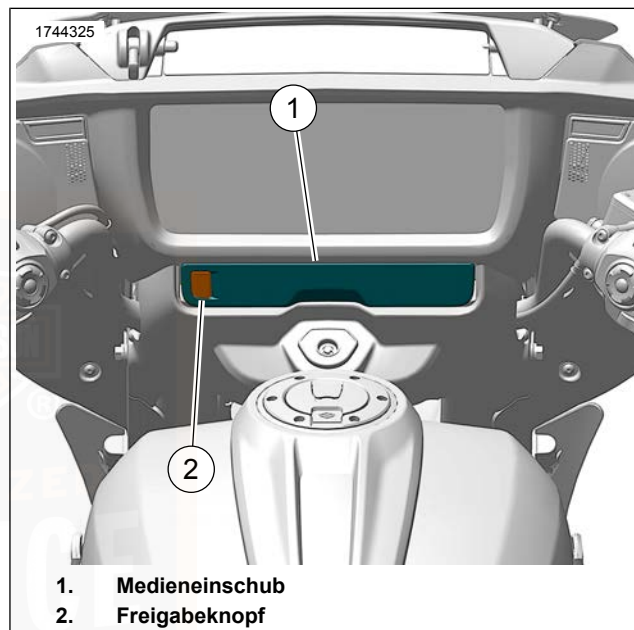

Abbildung 50. Medienfach: Gabelmontierte Verkleidung
Siehe Abbildung 50. Das Medienfach ist ein Behälter in der Instrumententafel, das genutzt werden kann, um ein Mediengerät anzuschließen oder kleine Artikel zu verstauen. Media-Player und USB-Speichermedien mit Mediendateien können über den USB-C-Anschluss (Universal Serial Bus Typ-C) angeschlossen werden. Das IFCU-System wird auch über ein USB-C-Speichermedium aktualisiert.
Öffnen: Siehe Abbildung 50. Die Entriegelungstaste (2) drücken, um das Medienfach (1) zu öffnen.